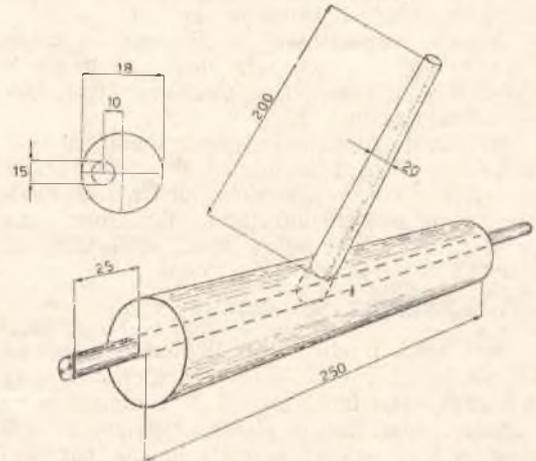
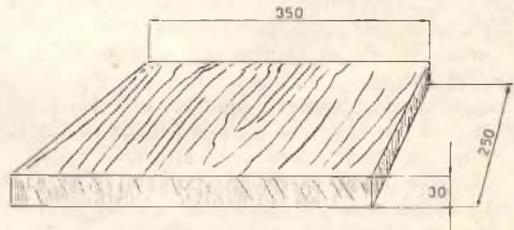
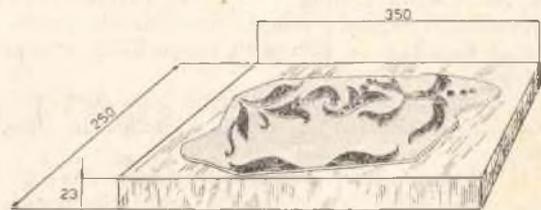

Fig. 2. — Eccentrico di pressione.
Fig. 3. — Tavoletta di pressione.
Fig. 4. — Tavola porta-clichés.
- eccentrico di pressione (fig. 2);
- tavoletta di pressione (fig. 3);
- tavola porta-clichés (fig. 4).
L'uso pratico di tale tipo di pressa è facilmente desumibile dall'esame del disegno d'insieme. Sul piano di base della scatola a figura 1, verrà sistemata la tavola porta-clichés (fig. 4), sulla superficie del quale cliché sarà cosparso l'inchiostro a mezzo rullo inchiostatore. Sui clichés adageremo il foglio di carta sul quale operare l'impressione e su quest'ultimo poggieremo la tavoletta di pressione (fig. 3). Inseriremo ora nelle apposite bocche di presa ricavate sui fianchi della scatola di base i perni d'estremità dell'eccentrico di pressione (fig. 2) e, mediante l'impugnatura dello stesso, ruoteremo sino a costringere la tavola di pressione contro la tavola porta-clichés.